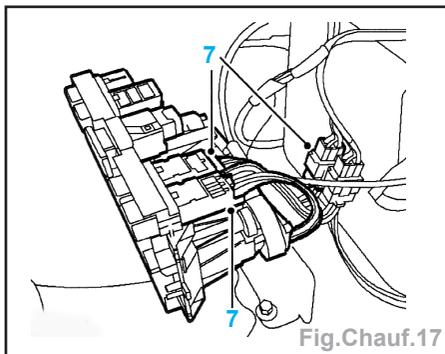

Fig.Chauf.17
- Débrancher les 3 fiches (7) multibroches des interrupteurs de climatisation d'air et du faisceau de chauffage (Fig.Chauf.17).